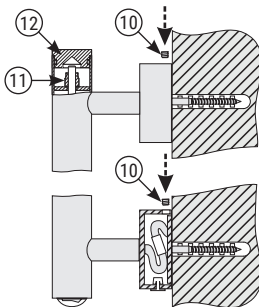

Рис. 5
- 4.16. Прижать до упора весь ЭПС к стене и с усилием зафиксировать стопорные винты в кронштейнах и в корпусе коробки (рис. 5).
- 4.17. В конструкции изделий предусмотрена возможность подтяжки поворотных секций между собой, т.к. в процессе эксплуатации возможен естественный износ элементов. Для этого необходимо извлечь из верхнего торца декоративную заглушку и повернуть гайку по часовой стрелке с небольшим усилием (рис. 5).